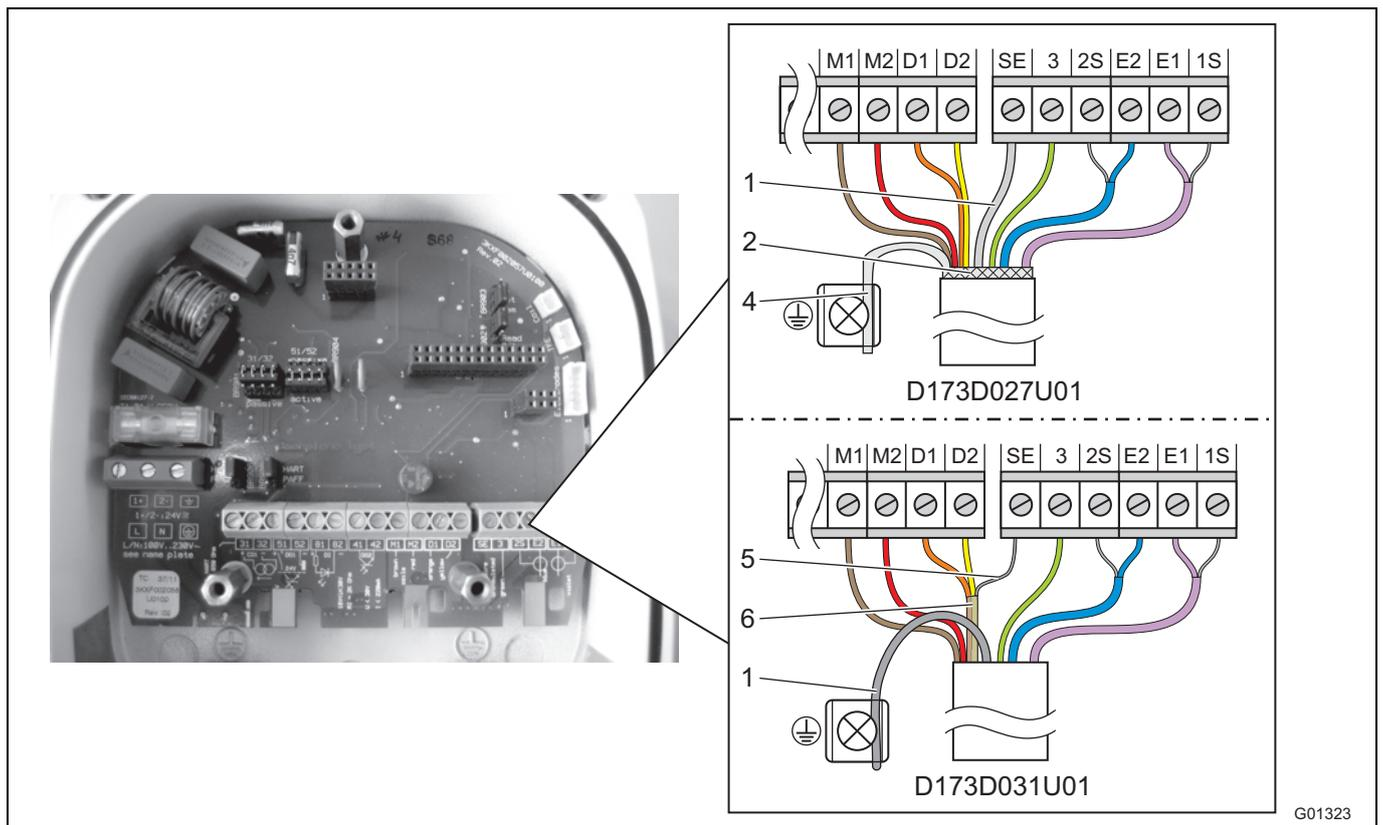

Fig. 37: Lado del transmisor, medidas en mm (inch)
Confeccionar el terminal de cable en el lado del transmisor, procediendo como se muestra en Fig. 37.
- Conectar todos los conductores restantes procediendo como se muestra en Fig. 37.